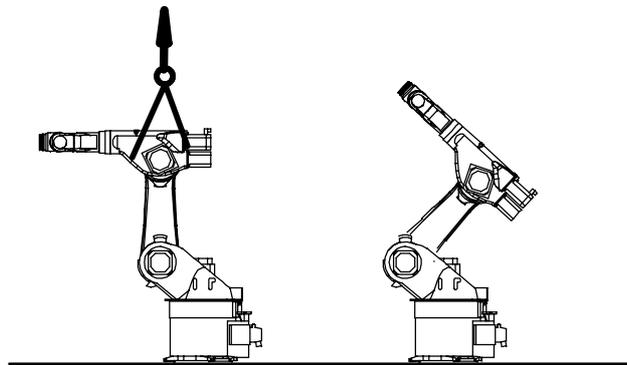

Fig. 114 Blocage de l'épaule (schéma)
- (1.1) Si encore possible, l'épaule doit être amenée en position verticale et le bras en position horizontale ou amener l'épaule dans une position stable à la butée (+) (Fig. 114). Le bras peut se trouver dans une position quelconque.
- (1.2) Bloquer l'épaule de manière appropriée, par ex. avec un dispositif de levage ou une cale par le bas (Fig. 114).